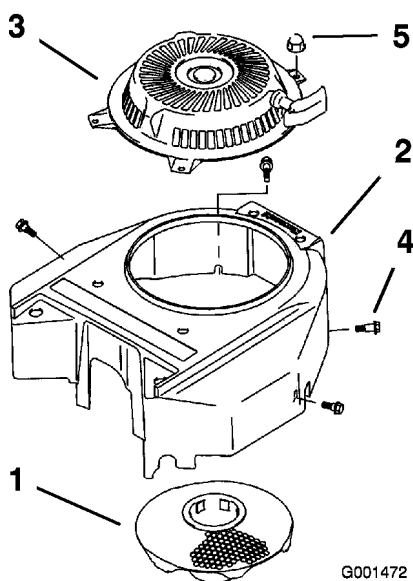

Figure 43
3. Retirez la grille d'entrée d'air, le lanceur et le boîtier du ventilateur (Figure 43).
5. Remettez la grille d'entrée d'air, le lanceur et le boîtier du ventilateur (Figure 43).